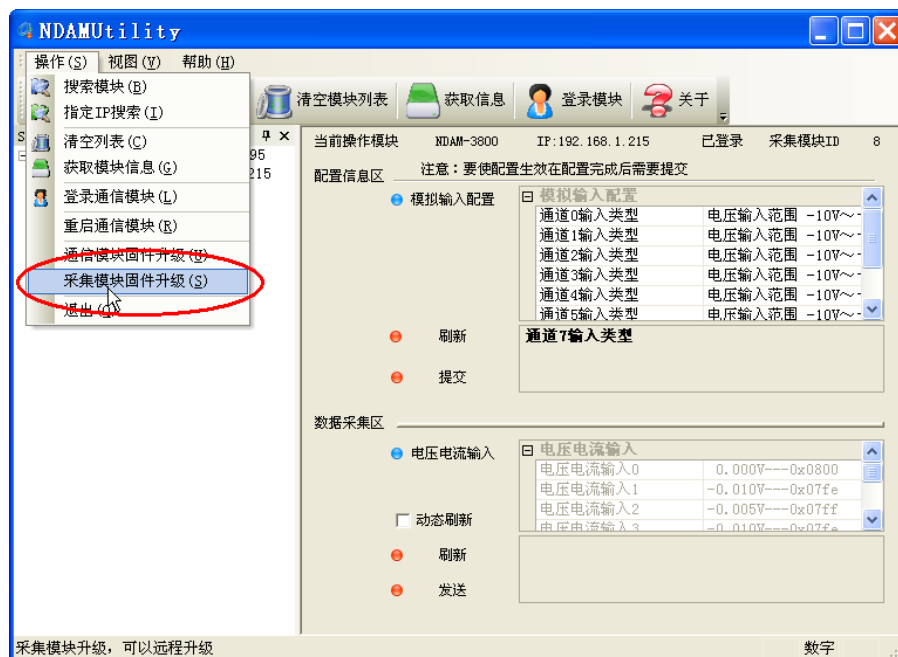

图 4.6 软件方式固件升级
- 1) 在模块工作模式下点击配置软件 NDAUtility 上的“操作”菜单，并选择“采集模块固件升级”选项，如图 4.6 所示；